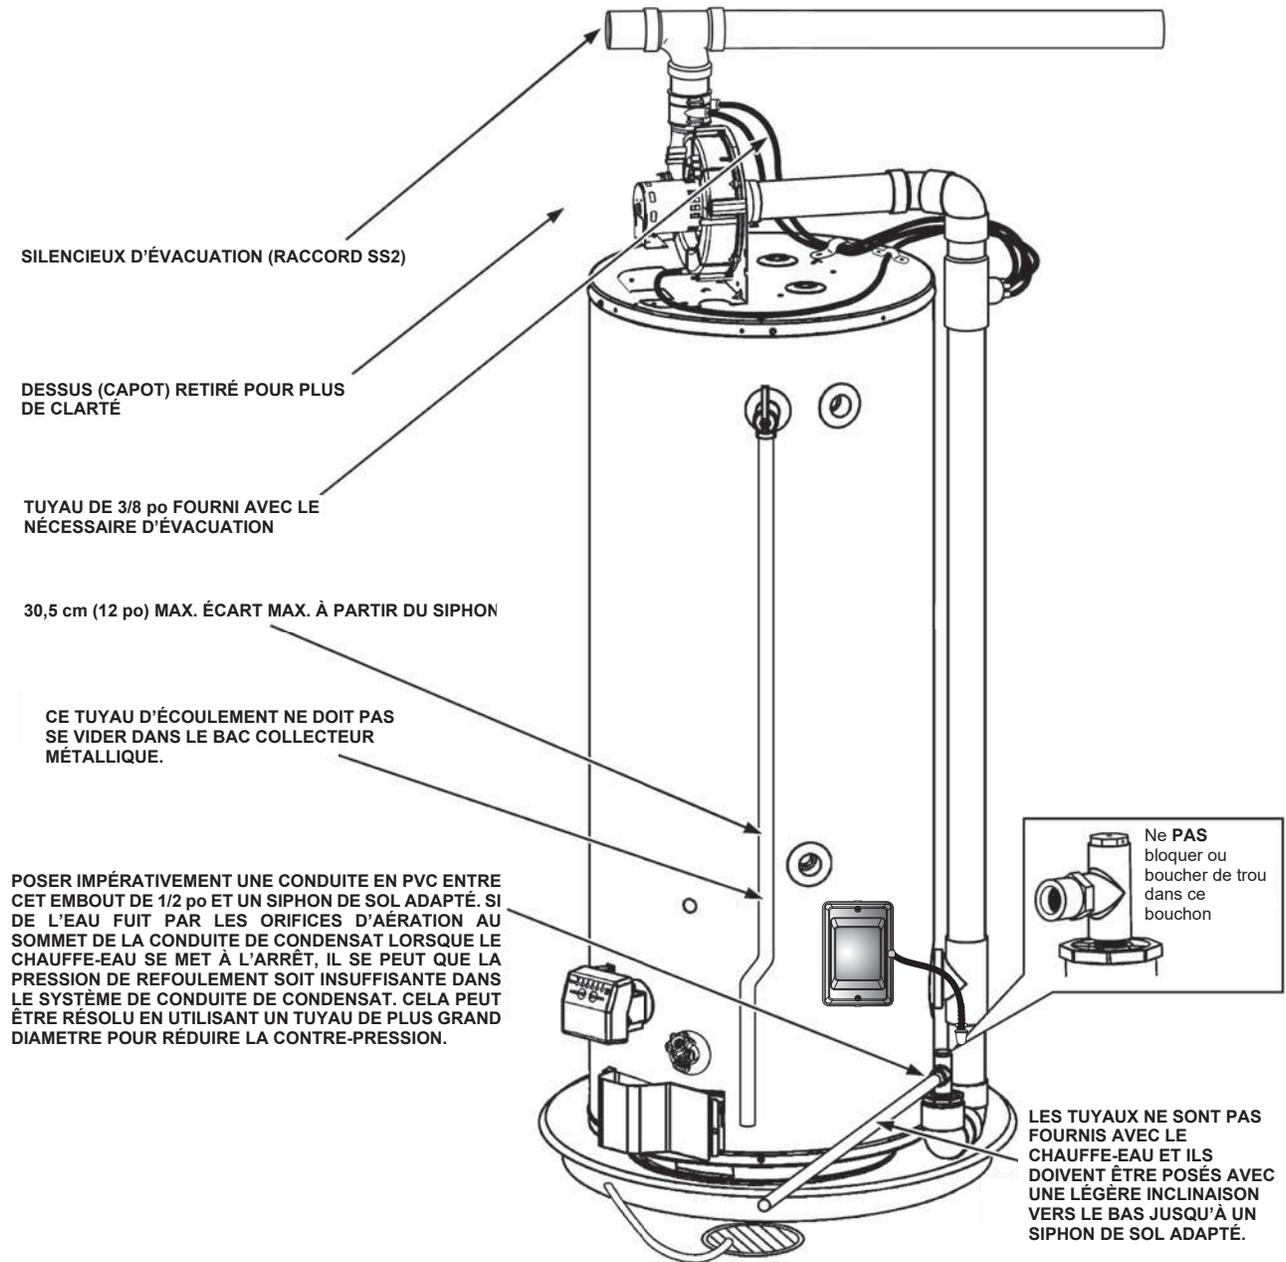

Figure 2. Caractéristiques et composants - Côté gauche
5. Choisir l'emplacement du chauffe-eau avec soin. Il est très important que la combustion, l'évacuation des gaz brûlés et la pose du tuyau d'évacuation soient corrects pour écarter les risques d'incendie et de mort par intoxication au monoxyde de carbone. Voir *Figure 1* (page 7), *Figure 2* (page 8) et *Figure 8* (page 14).
Le chauffe-eau doit être installé de manière à ce qu'il n'y ait pas de dégâts des eaux en cas de fuite de la cuve ou de tout raccordement. C'est pourquoi il est déconseillé d'installer le chauffe-eau dans un grenier ou à l'étage. S'il n'est pas possible d'éviter de tels emplacements, il est conseillé de placer un bac collecteur approprié sous le chauffe-eau. Ces bacs sont disponibles dans toute quincaillerie. Le bac collecteur doit dépasser d'au moins 2,5 cm (1,0 po) de tout point de l'enveloppe extérieure du chauffe-eau et être raccordé à un écoulement de vidange approprié. Ce bac ne doit pas restreindre le flux d'air de combustion. Par exemple, si un bac circulaire est utilisé, il doit avoir un minimum de 69 cm (27 po) de diamètre. Voir *Figure 1* (page 7) et *Figure 2* (page 8).